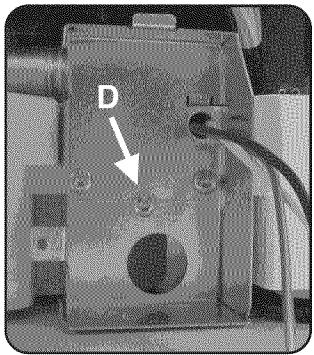

Figure 14/Ilus. 14
- 2) Remove the strain relief plate by removing the screw at the back of the junction box, as shown in Figure 14, letter D and sliding the strain relief plate out.
- 2) Retirer la plaque de réducteur de tension en enlevant la vis à l'arrière de la boîte de jonction, comme à la figure 14, lettre D et en faisant glisser la plaque vers l'extérieur.
- 2) Quite la placa de alivio de presión por medio de extraer el tornillo de la parte trasera de la caja de conexiones, como muestra la flecha D en la Ilustración 14, y deslizar la placa de alivio de presión hacia afuera.